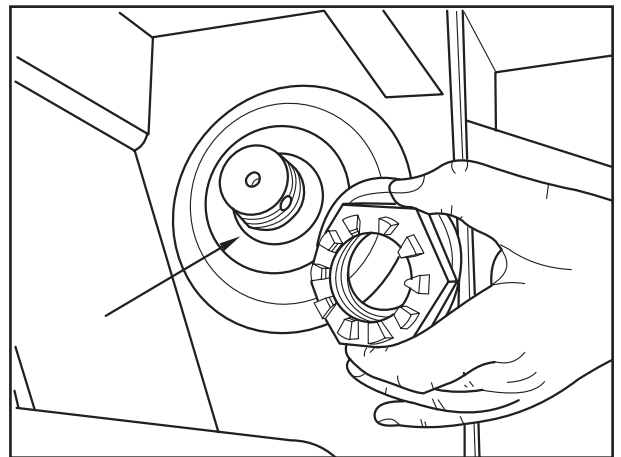

Fig. 14
- [27] Scheibe auf den Gewindebolzen schieben (Fig. 14/Pfeil).